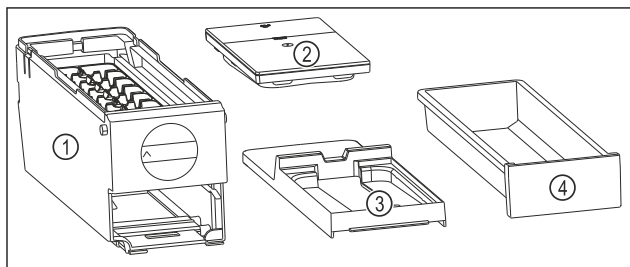

Fig. 93 Составные части EasyTwist-Ice
- ▷ EasyTwist-Ice разобран на четыре части. (см. Fig. 93)
- ▶ Разбирайте EasyTwist-Ice только на составные части, представленные на рисунке. (см. Fig. 93)
- ▶ Очищайте корпус EasyTwist-Ice Fig. 93 (1) как цельное устройство.